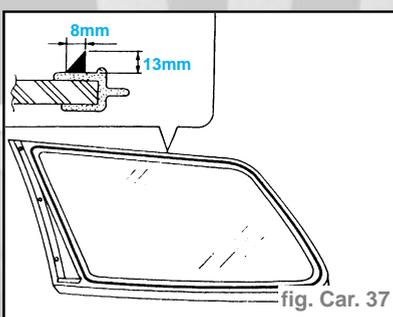

fig. Car. 37
- Appliquer le mastic directement sur la bordure intérieure du joint (fig. Car. 37).